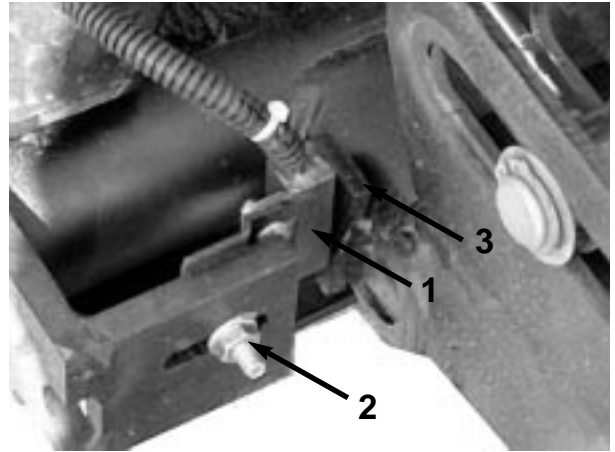

図10
- ・ 4番、6番または7番の昇降アームにスイッチブラケットを固定しているキャリッジボルトナット (図10) をゆるめる。図は4番アームを示す。